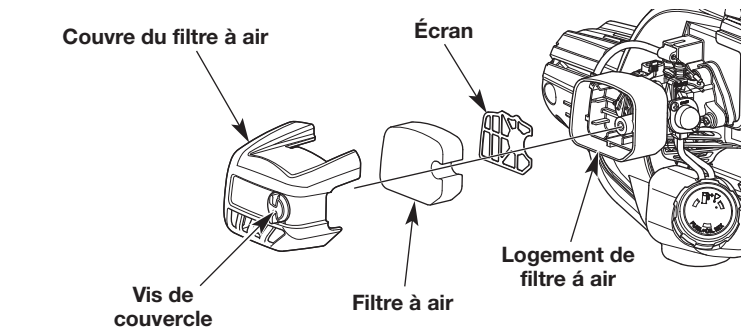

Fig. 10
1. Ouvrez le couvercle du filtre à air en desserrant la vis du couvercle (Fig. 10).
2. Retirez le filtre à air et l'écran derrière lui (Fig. 10).
6. Remettez le filtre à air et l'écran derrière lui (Fig. 10).